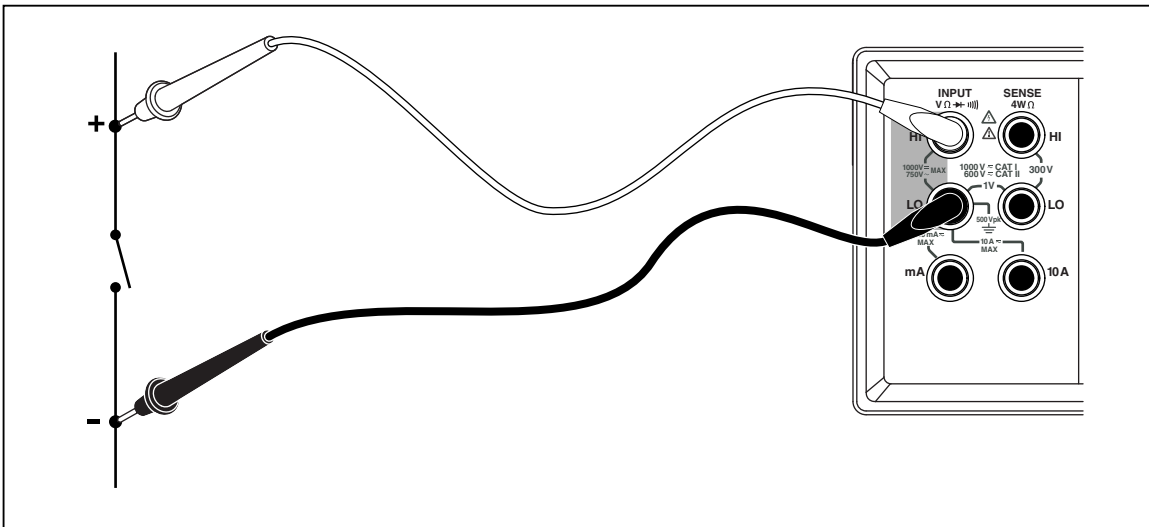

Figura 3-10. Prova di continuità
2. Collegare i cavetti di prova tra il multimetro e il circuito in prova, come illustrato nella Figura 3-10.